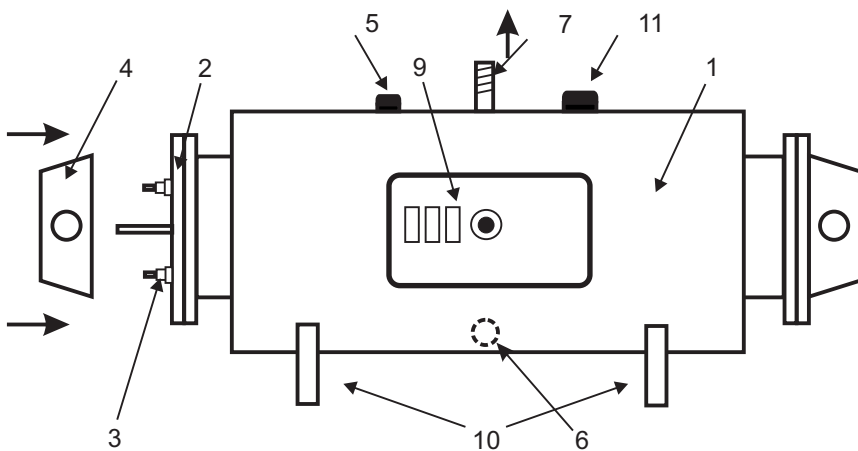

Рисунок 2.
Водонагреватели ЭПВН-30-2; -36; -42; -48; -54; -60 (рисунок 2) в основном отличаются тем, что у них количество секций с тремя ТЭНами (3) каждая, а также количество защитных кожухов (4) и кронштейнов для крепления пульта управления увеличено до двух. Кроме того, на входном патрубке (6), вместо “группы безопасности” (8),